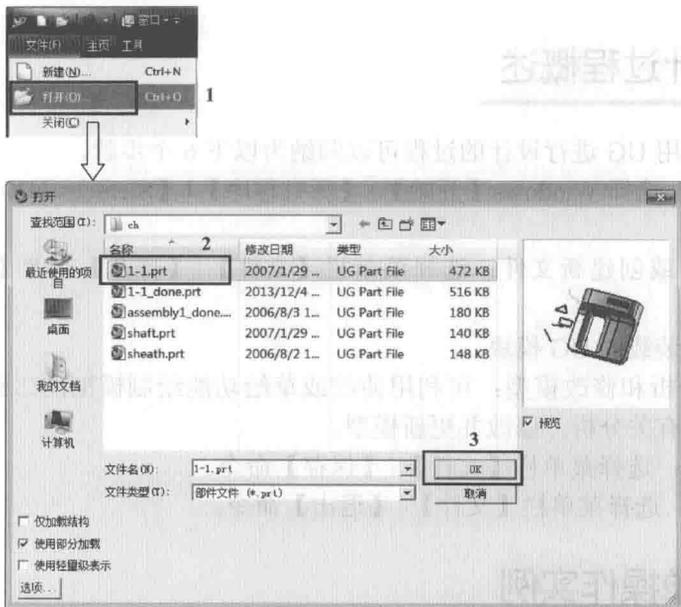

图 1-9 打开文件操作过程
- [2] 选择范例下载资源文件 chapter1\ch\1-1.prt,单击按钮 ,打开文件。操作过程如图1-9所示。